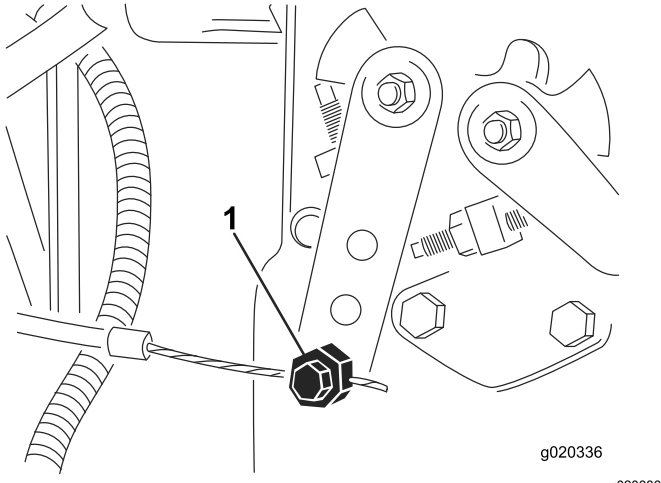

图 75
3. 拧松油门拉索接头接头位于喷射泵控制杆臂 (图 75) 上。